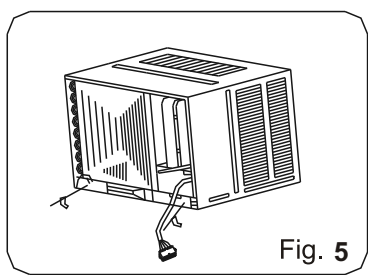

Fig. 5
6. Entfernen Sie die 2 Schrauben und die Haltewinkel ,mit denen das Gehäuse mit dem ausziehbaren Chassis fixiert ist (Fig. 5)